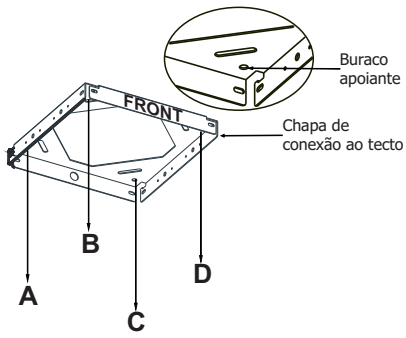

Figura 3
A frente da chapa (Figura 3) e a frente do aparelho devem estar na mesma orientação.
- 3) Fixe a chapa no tecto com os 4 parafusos (5,5x4,5). Figura 3.